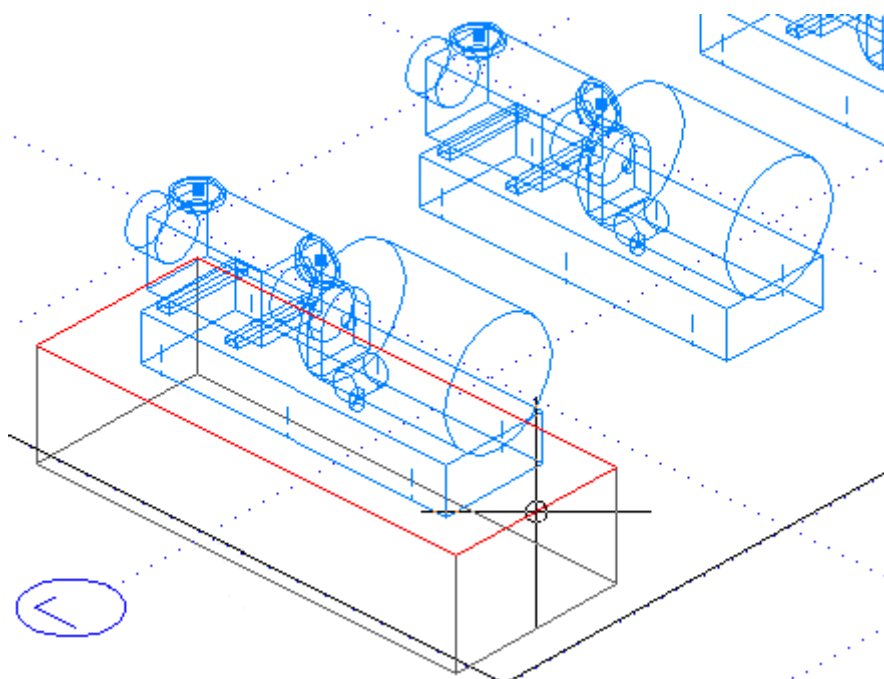

Рисунок 102
- Привязаться к середине грани блока, как на Рисунок 102.